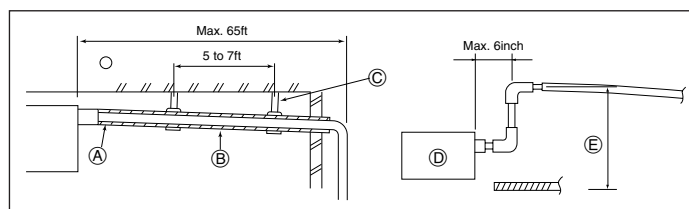

Fig. 5-1
5.1. Tubería de drenaje (Fig. 5-1)
- Consulte el procedimiento de instalación de las tuberías en la Fig. 5-1.